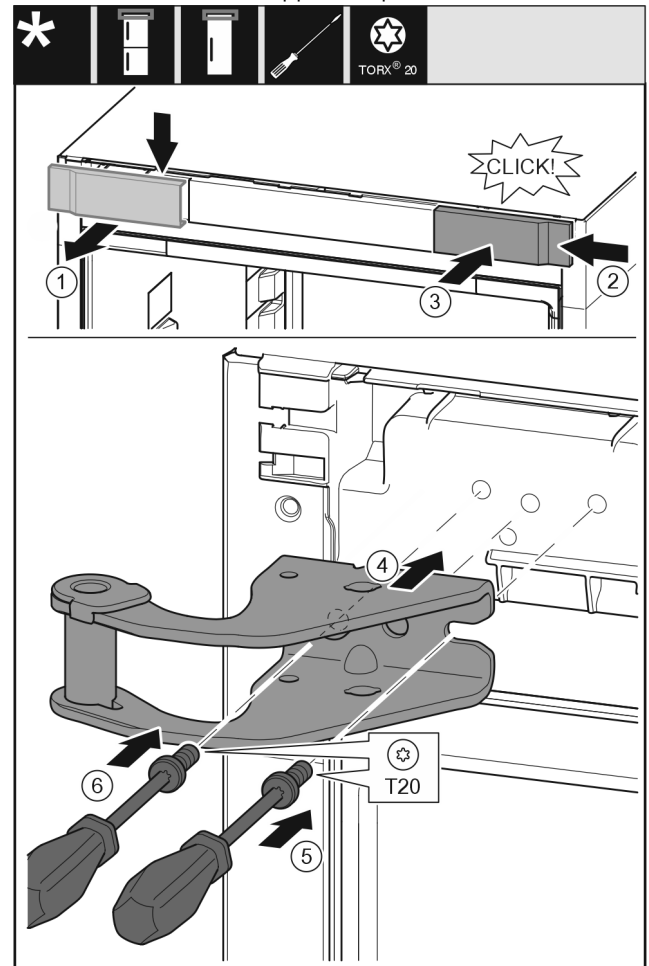

Fig. 11
- ▶ Retirer le cache du haut vers l'avant. Fig. 11 (1)
- ▶ Accrocher le cache tourné de 180° de l'autre côté de droite. Fig. 11 (2)
- ▶ Enclencher le cache. Fig. 11 (3)
- ▶ Mettre en place le support de palier supérieur. Fig. 11 (4)
- ▶ Mettre en place la vis avec un tournevis T20 et la serrer. Fig. 11 (5)
- ▶ Mettre en place la vis avec un tournevis T20 et la serrer. Fig. 11 (6)